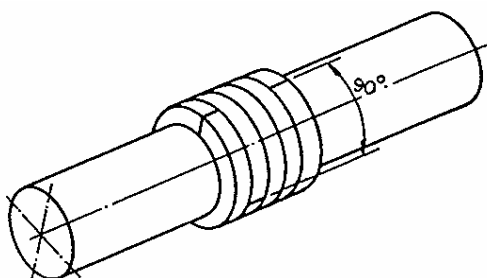

Fig. 15. Posición de los anillos desplazados en 90°
- Proceder al montaje en la secuencia inversa a la del desmontaje, introduciendo cada pieza en el interior de la cámara con ayuda de la brida de prensaestopa. Los anillos de la empaquetadura deberán montarse con una distancia de 90° uno de otro. (Fig. 15).